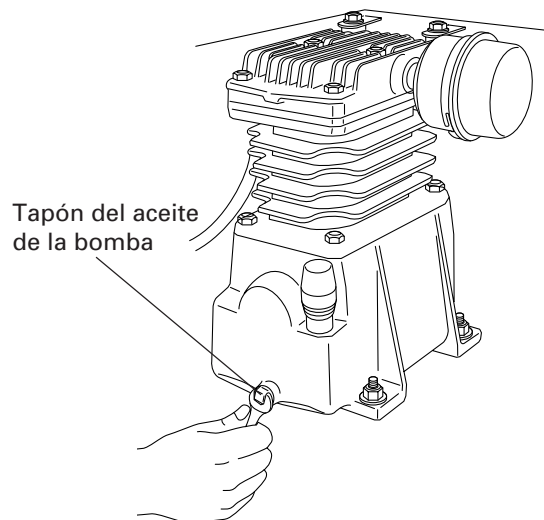

Fig. 10
- (1) El aceite de la bomba deberá cambiarse del todo en el transcurso de las primeras 50 horas de servicio. Desenrosque el tapón del aceite situado en la tapa del cárter, vacíe todo el aceite y vuelva a colocar el tapón (véase la Fig. 1 y la Fig. 10).